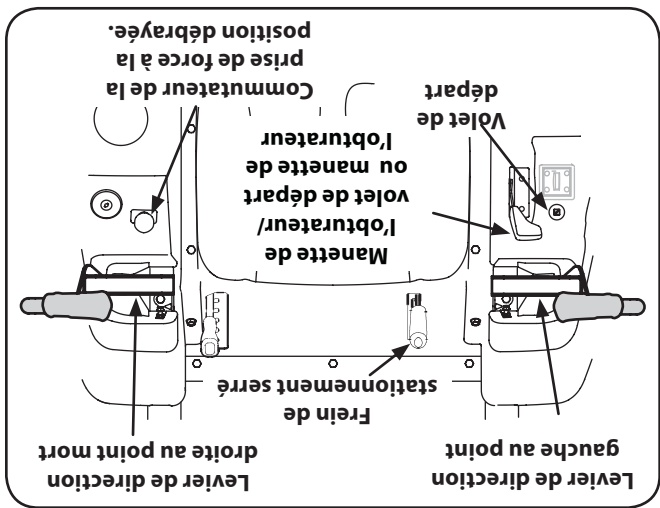

Figure 5-1
2. Serrez le frein de stationnement. Voir la Figure 5-1.
3. Vérifiez que le commutateur de la prise de force est à la position « Débrayée ». Voir la Figure 5-1.